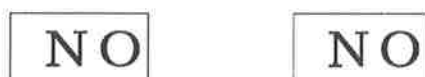

図33 隠し張り不要 (バランスOK)
2. 隠し貼り(Hidden Weights)プログラムを可能にするためにキー【10】を押してください。外側のバランスが取れていると、ディスプレイ上に図33が現れます。
5. 角度が120度以上である場合、別のポイントを選ぶ様にマシンは図33を表示し続けます。